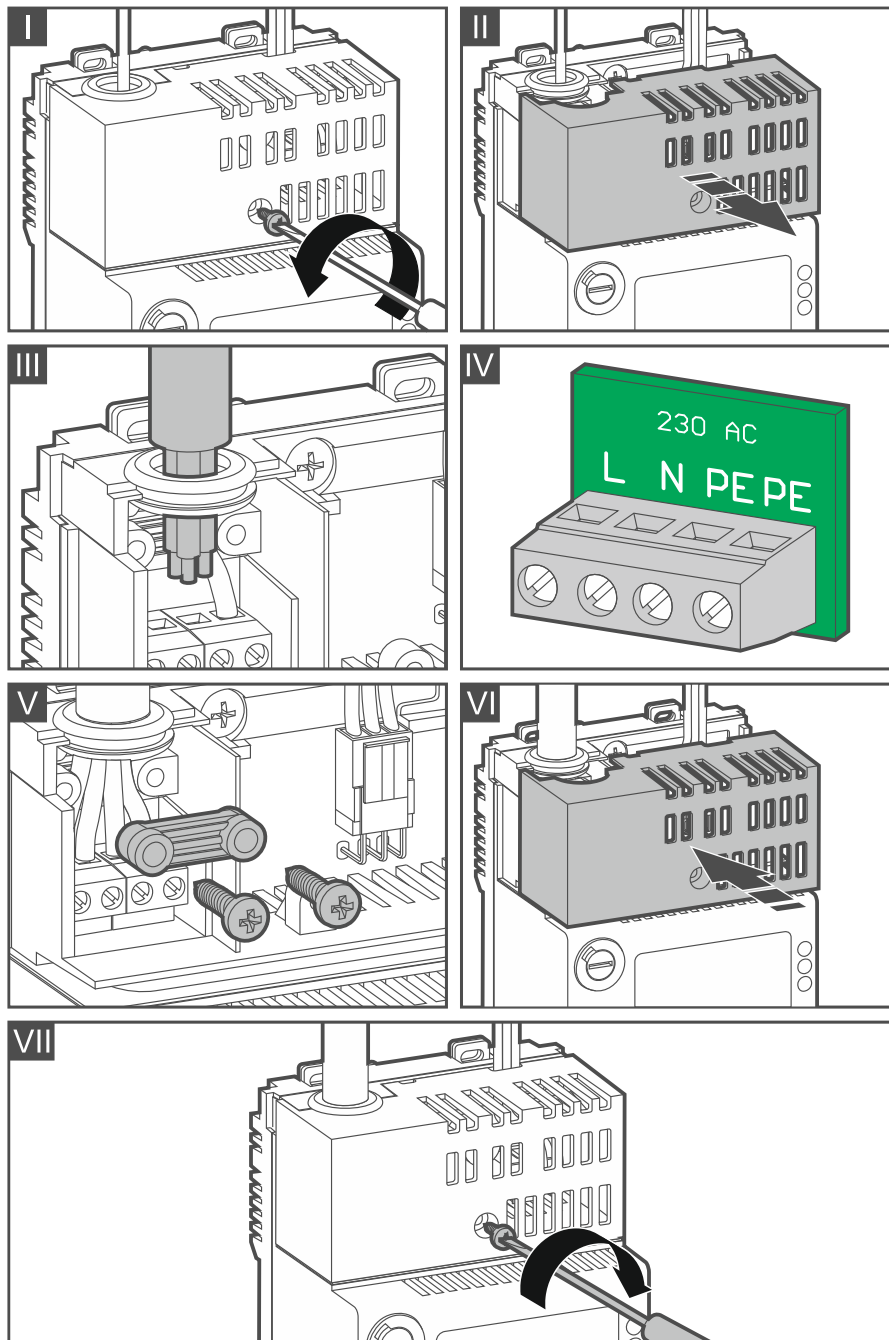

Abb. 18. Montage des Netzteils.
1. Drehen Sie die Befestigungsschraube für Abdeckung der Netzteilklemmen heraus (Abb. 18-I).
2. Nehmen Sie die Abdeckung der Netzteilklemmen ab (Abb. 18-II).
3. Führen Sie das Kabel durch die Gummitülle durch (Abb. 18-III).
5. Schrauben Sie das Element zur Befestigung der Leitungen an (Abb. 18-V).
6. Setzen Sie die Abdeckung der Netzteilklemmen auf (Abb. 18-VI).
7. Schrauben Sie die Befestigungsschraube für Abdeckung der Netzteilklemmen ein (Abb. 18-VII).